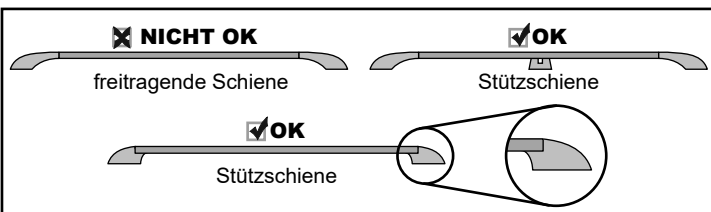

Abb. 3
- Installieren Sie SkyRise™ nicht auf freitragenden Schienen oder Schienen ohne ausreichende Unterstützung (siehe Abbildung 3).